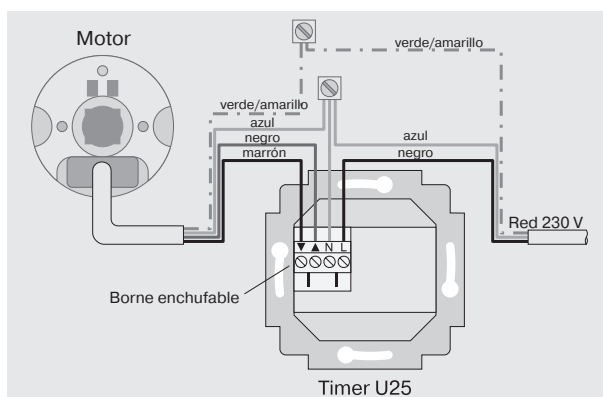

Fig. 1
- Extraiga el borne de conexión situado en la cara posterior del reloj (borne enchufable) y realice la conexión eléctrica según el esquema de conexión (Fig. 1). Evite que los hilos de conexión tengan una longitud superior a la necesaria.